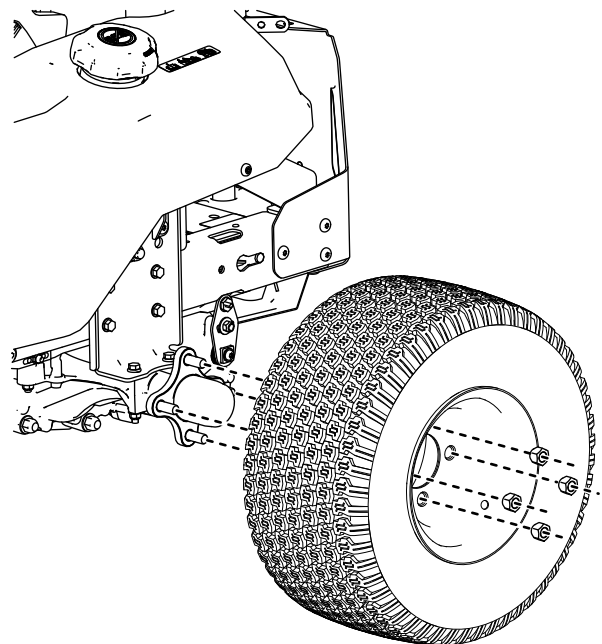

Figura 2
7. Rimuovete gli pneumatici posteriori come mostrato nella **Figura 2**.